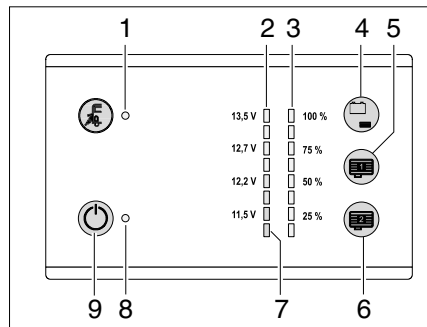

Bild 94 Panel LT 101 / LT 102
Der Tankfüllstand des Wassertanks kann mit dem Sensor-Tastfeld (Bild 94,4) abgefragt werden.
- Sensor-Tastfeld (Bild 94,4) berühren: Der Füllstand des Wassertanks wird in vier Stufen mit den LEDs (Bild 94,3) (25 % bis 100 %) angezeigt.
Die Tankfüllstände der innenliegenden Abwassertanks (Sonderausstattung) können mit den Sensor-Tastfeldern (Bild 94,5 und 6) abgefragt werden.
- Sensor-Tastfeld (Bild 94,5 oder 6) berühren: Der Füllstand des entsprechenden Tanks wird in vier Stufen mit den LEDs (Bild 94,3) (25 % bis 100 %) angezeigt.
Die rote Warn-LED (Bild 94,7) blinkt, sobald die Spannung der Wohnraumbatterie nur noch 11 V (Messung im laufenden Betrieb) beträgt und damit Tiefentladung droht.
Mit dem Sensor-Tastfeld (Bild 94,4) kann der Ladezustand der Wohnraumbatterie abgefragt werden.
- Sensor-Tastfeld (Bild 94,4) berühren: Ladezustand der Wohnraumbatterie wird angezeigt.
Der 12-V-Hauptschalter (Bild 94,9) schaltet das Panel und die 12-V-Versorgung des Wohnraums ein und aus.
- Sensor-Tastfeld (Bild 94,9) berühren: Die 12-V-Versorgung des Wohnraums ist eingeschaltet. Die Kontroll-Leuchte (Bild 94,8) leuchtet grün.
- Sensor-Tastfeld (Bild 94,9) erneut berühren: Die 12-V-Versorgung des Wohnraums ist ausgeschaltet. Die 12-V-Kontroll-Leuchte (Bild 94,8) erlischt.
- ▷ Blinkt die Warn-LED Tiefentladung (Bild 94,9), kann die Versorgung nicht eingeschaltet werden, da die Batteriespannung zu niedrig ist.